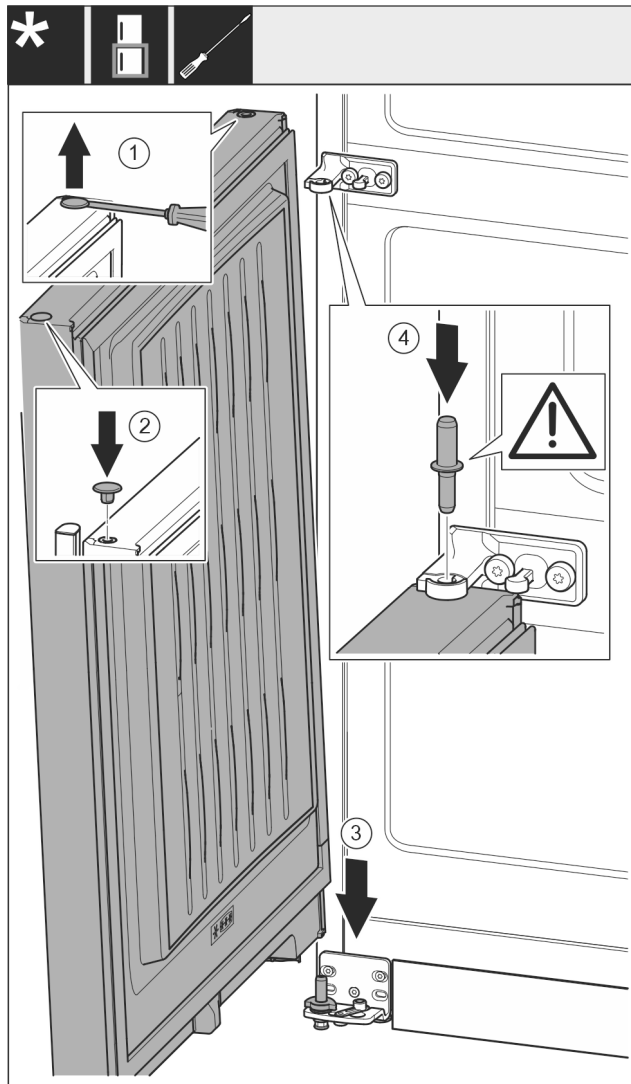

Fig. 19
- ▶ Осторожно приподнимите шлицевой отверткой заглушку и извлеките ее. Fig. 19 (1)
- ▶ Снова вставьте заглушку с другой стороны. Fig. 19 (2)
- ▶ Установите дверь сверху на нижний опорный палец. Fig. 19 (3)
- ▶ Вставьте середину опорного пальца через средний опорный кронштейн в нижнюю дверь. При этом следите за тем, чтобы выступ фиксатора был направлен назад. Fig. 19 (4)